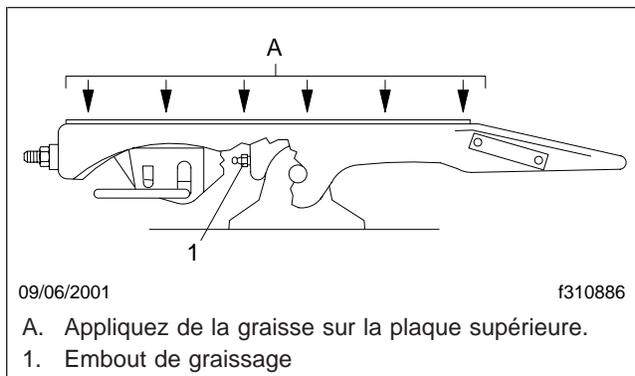

Fig. 6, Sellette d'attelage Holland
- À l'aide d'une graisse à base de lithium résistant à l'eau, appliquez de la graisse sur la plaque supérieure. Graissez les supports de montage à travers les embouts de graissage. Voir la figure 6.